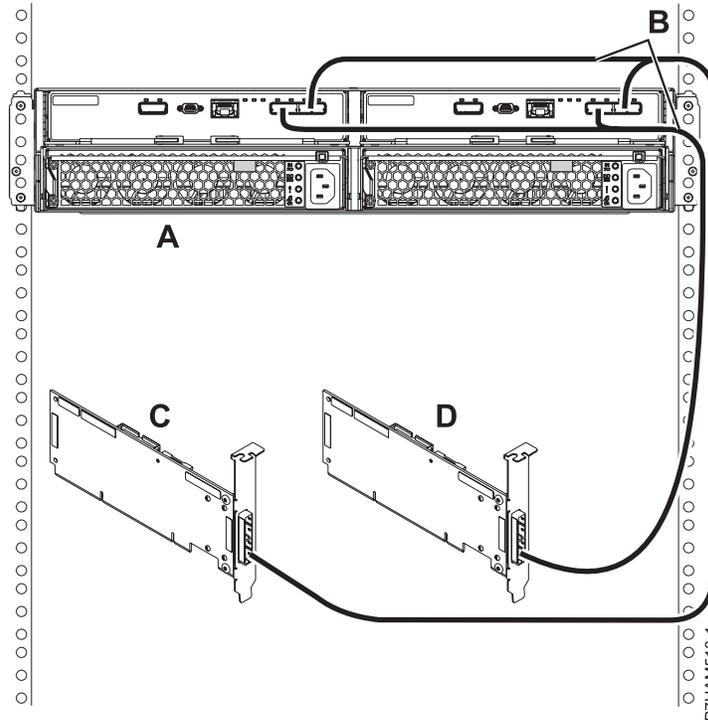

Figure 39. Mode 2 de connexion d'un boîtier d'unité de disque 58/87 via des câbles YO à deux adaptateurs SAS indépendants
12. Effectuez la connexion de mode 2 d'un boîtier d'unité de disque 58/87 (A) via des câbles YO (B) aux deux adaptateurs SAS indépendants, comme illustré dans la figure 39, à la page 74.
- L'adaptateur SAS indépendant 1 (C) n'a pas accès à l'autre adaptateur indépendant et accède uniquement aux baies d'unité D1 à D12.
- L'adaptateur SAS indépendant 2 (D) n'a pas accès à l'autre adaptateur indépendant et accède uniquement aux baies d'unité D13 à D24.